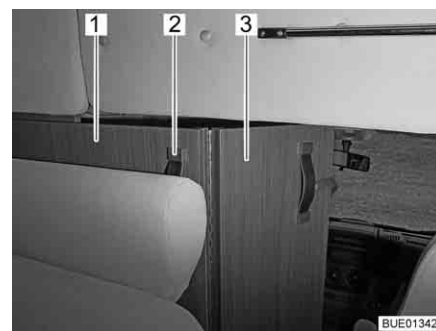

Fig. 51 Separación de la cabina del conductor
- Coger la separación de la cabina del conductor (Fig. 51,1) por el asidero (Fig. 51,2) y tirar hacia atrás hasta que el borde de la separación de la cabina del conductor se encuentre aproximadamente a la altura del respaldo del banco (Fig. 51).
- Desplegar la parte plegable de la separación de la cabina del conductor (Fig. 51,3) entre los asientos de la cabina del conductor.